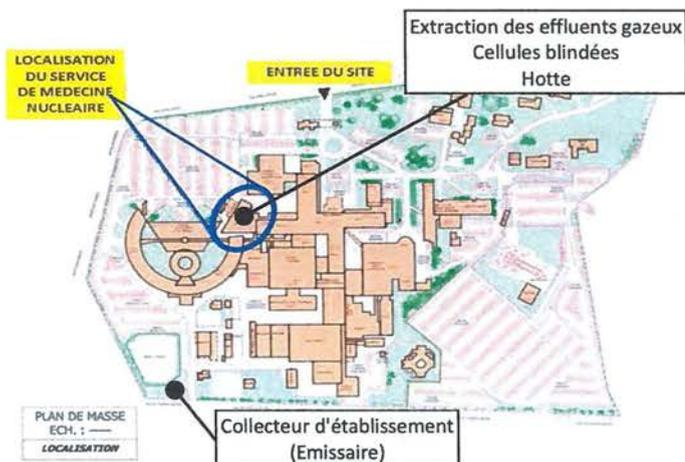

Figure 1 : Site Yves LE FOLL
- L'hôpital Yves LE FOLL (figure 1)